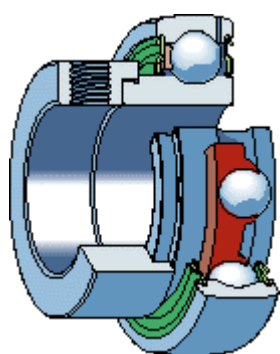

Figura 3.13 - cuscinetto tipo YET
- Lo YEL ha un anello interno sporgente da entrambe le parti. Per questi cuscinetti è previsto l'inserimento, oltre alle due tenute laterali, di un centrifugatore per entrambi i lati (Figura 3.13).